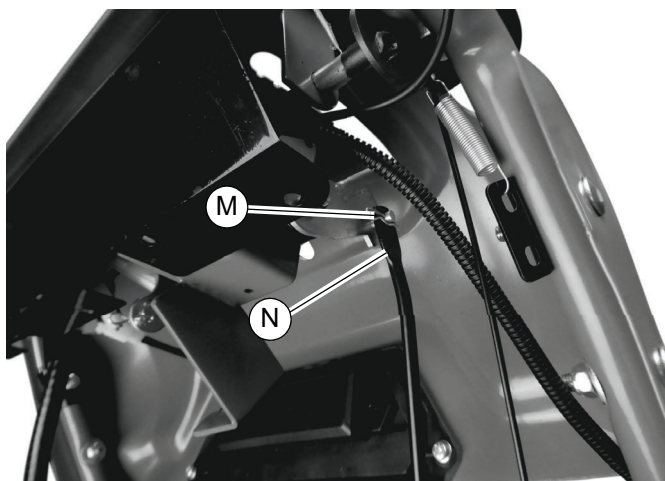

Figure 2-9. Haut de la tringle de changement de vitesse
8. Voir Figure 2-9. Retirer la goupille (M) et monter l'extrémité supérieure de la tringle de changement de vitesse (N).